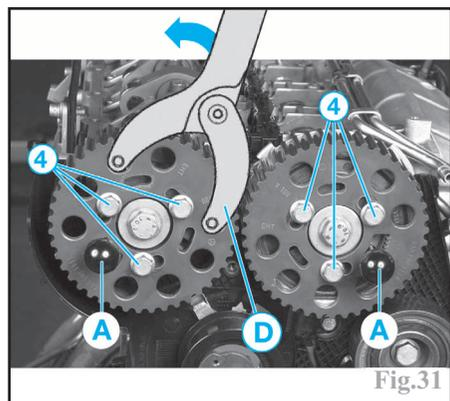

Fig.31
Mettre en place l'outil (D) Audi (ref : T10 172) et tourner celui-ci dans le sens anti-horaire (roues dentées d'arbre à cames en précontrainte) (Fig.31).
Tourner l'arbre à cames d'admission (à l'aide de la vis centrale) jusqu'à ce qu'il soit possible d'introduire l'outil de calage (A). Dans cette position, serrer les vis de fixation (4) de la roue dentée d'arbre à cames d'admission (Fig.31).
Desserrer les vis de fixation (4) des pignons d'arbres à cames (Fig.31).
Dans cette position, serrer les vis de fixation (4) de la roue dentée d'arbre à cames (Fig.31).